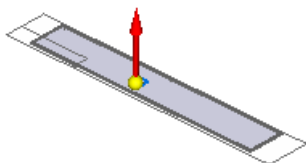

图 8.13.219 定义移除方向
(3) 定义法向除料特征属性。在命令条中单击“厚度剪切”按钮  和“全部穿透”按钮 , 并将移除方向调整至指向材料的方向, 如图 8.13.219 所示。
(4) 单击  按钮, 完成特征的创建。